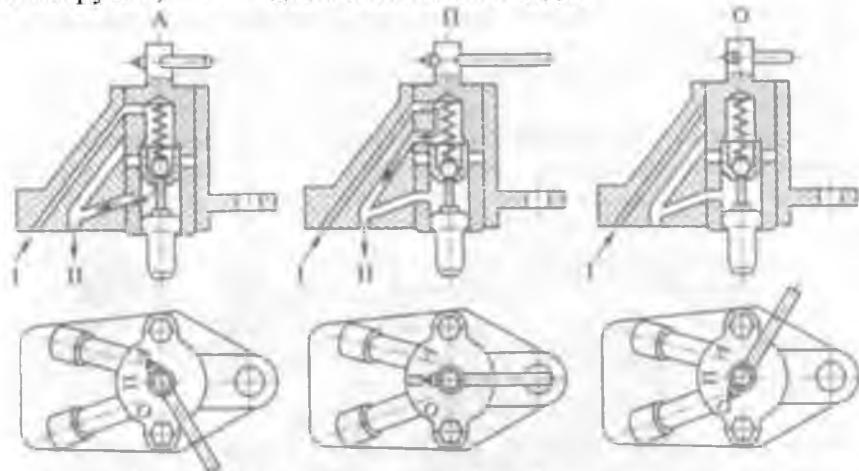

Рис. 1.8. Положения (А, П, О) выключателя гидромуфты привода вентилятора:
11. Изучить по разрезу устройство, взаимное расположение деталей и работу гидромуфты включения привода вентилятора совместно с выключателем гидромуфты (использовать в работе рис. 1.8, 1.9).
5. В каких режимах будет работать вентилятор, если рычаг выключателя гидромуфты установлен в положения А, П, О (см. рис. 1.8)?